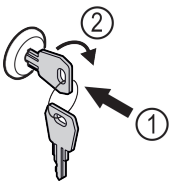

Fig. 162 Примерно изображение
- ▶ Пъхнете ключа Fig. 162 (1).
- ▶ Завъртете го на 90° по посока на часовниковата стрелка Fig. 162 (2).